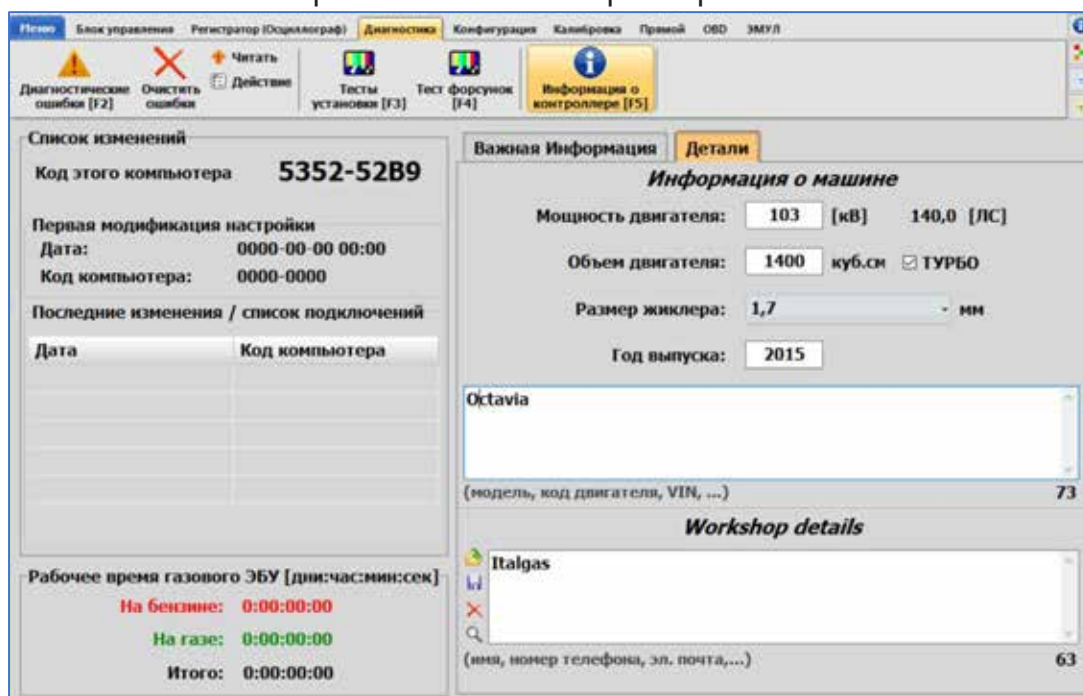

Рис. 2.46 Страница «Информация о контроллере»
- о **Информация о контроллере** [F5] - информация для мастерской, касающаяся контроллера, даты первого изменения настроек, персонального кода компьютера(ов) подключавшихся к контроллеру и кода компьютера, с которым в данный момент соединен контроллер (**Рис. 2.46**). Там же находится информация о рабочем времени контроллера (на газе, общее рабочее время), список изменений, даты модификации и коды компьютеров, которыми изменялись настройки газового контроллера.